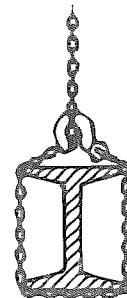

図 3
- ロードチェーンを直接、荷に巻き付けないでください。 (図3)